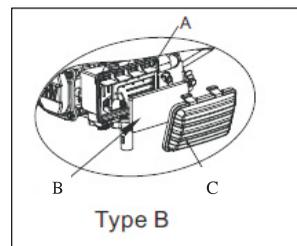

Fig10
9.7.1 INSPECCIÓN (consulte la Fig. 10)